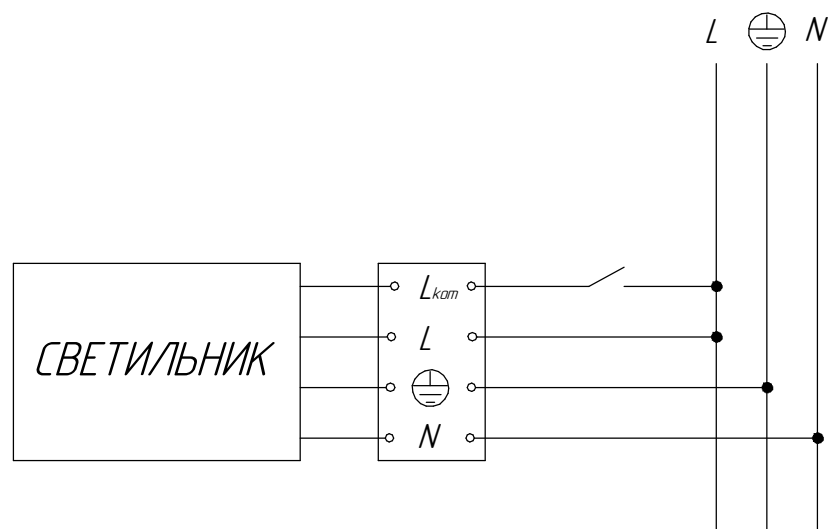

Рисунок 3 - Схема подключения светильника с БАУ к сети.
- 3) Подключить, выходящий из светильника кабель к сети согласно схеме (рис. 3, 4, 5).